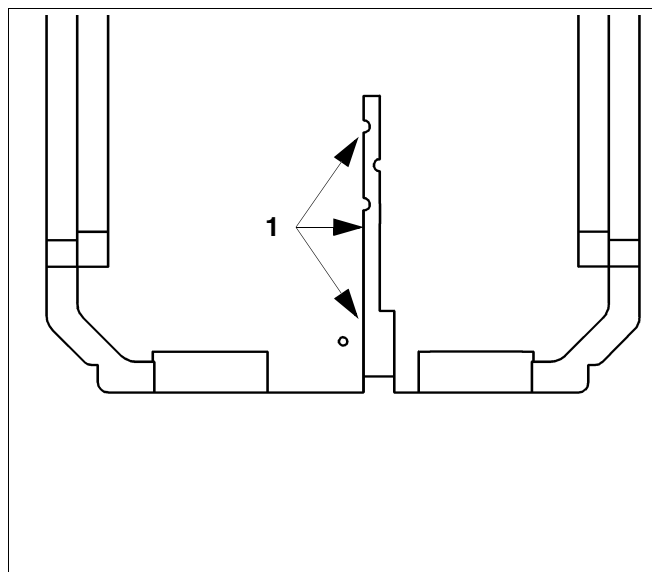

Fig. 6 Guscio termoisolante posteriore
- Inserire i cavi elettrici nell'apposita canalina (fig. 6, **pos. 1**) dei gusci termoisolanti posteriori e condurre i cavi nella parte posteriore.